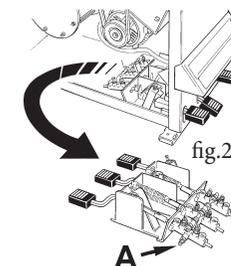

fig.20
- Inserire il tubo dell'aria nell'asola del cassone e collegarlo al rubinetto stallonatore (fig. 20).
- Insert the air hose into the hole in the casing and connect it to the bead-breaker (fig.20).
- Introduire le tuyau de l'air dans l'ouverture de la caisse et le lier au robinet détalonneur (fig. 20).
- Den Luftschlauch in den Kastenschlitz einführen und an den Hahn des Wulststabdrückers anschließen (Abb.20).
- Meta el tubo del aire en la ranura de la caja y empálmelo al grifo destalonador (fig. 20).